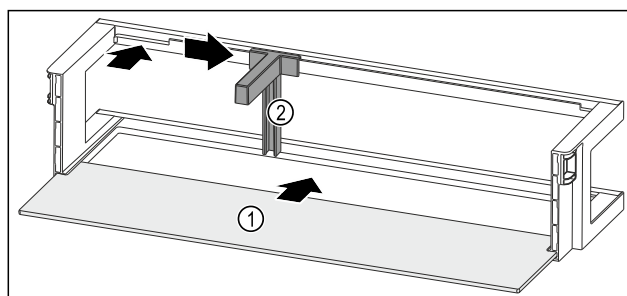

Fig. 217 Balconnet de contre-porte avec tablette de rangement
- Insérer la tablette de rangement Fig. 217 (1) dans les évidements latéraux.
- Insérer le range-bouteilles Fig. 217 (2) dans l'évidement.
- Pousser le range-bouteilles Fig. 217 (2) sur le côté en position souhaitée.